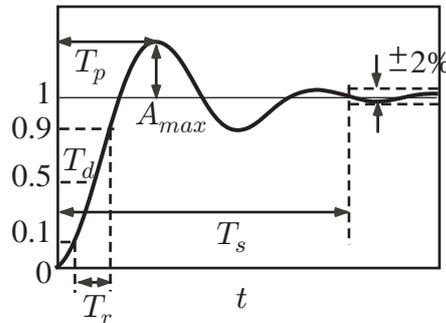

図 2: 立ち上がり時間
- (1) 直立位置からのずれが 1 [deg] 以内とする。
- (2) 台車の位置応答に関する立ち上がり時間を 1.5 [s] 以内とする。ここで、立ち上がり時間とは、図 2 の  $T_r$  を表し、応答が定常値の 10% から 90% になるまでに要する時間である。
- (3) 制御入力  $V_m$  が飽和しない。  $-13 \leq V_m \leq 13$